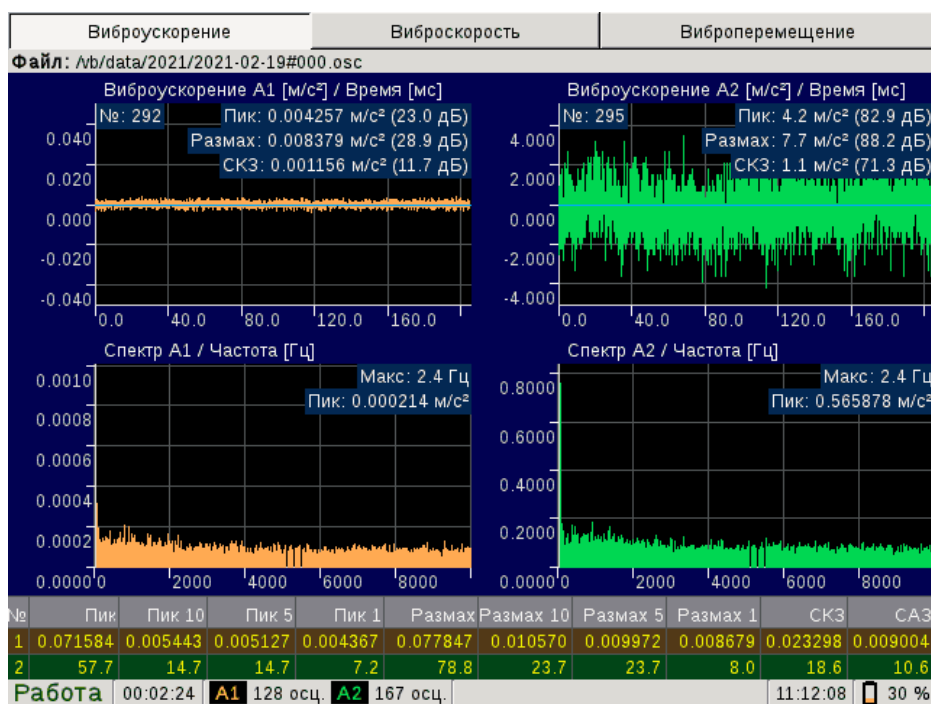

Рис. 5.2. Страница Виброускорение
- ◇ страница **Виброускорение** (рис. 5.2) содержит окна осциллограмм и спектров виброускорений, регистрируемых по каналам А1 и А2;